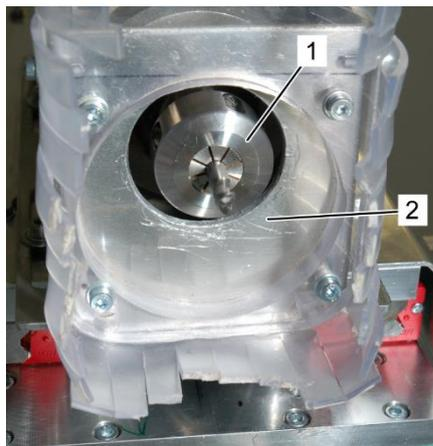

Abb. 31: Werkzeugaufnahme
- Schrauben der Z-Verstellung (Abb. 30/1) von beiden Seiten lösen und Halter für Absaugungsanlage (Abb. 30/2) absenken, bis sich die Werkzeugaufnahme (Abb. 31/1) und Halter für Absaugungsanlage (Abb. 31/2) auf derselben Höhe befinden.